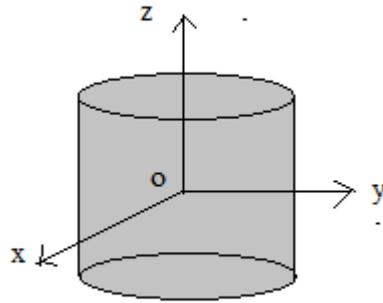

Figure III.22
Exercice 05. Soit un cylindre plein homogène, de rayon (R), de hauteur (h) et de masse (m). (Figure III.22).